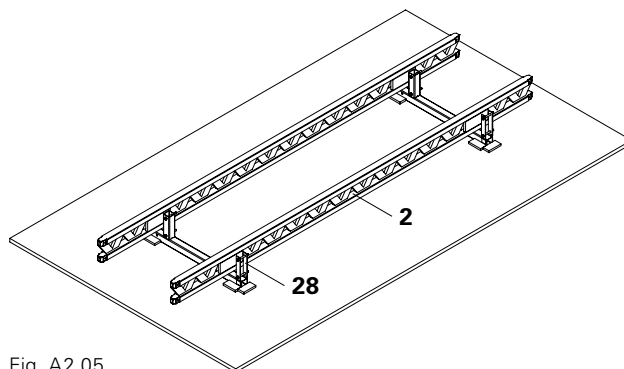

Fig. A2.05
1. Posizionare i traversi della passerella CB (28) sul pianale d'assemblaggio, paralleli tra loro, alla distanza prevista tra le mensole.
2. Appoggiare e fissare le travi reticolari GT 24 (2), v. A1. (Fig. A2.05)